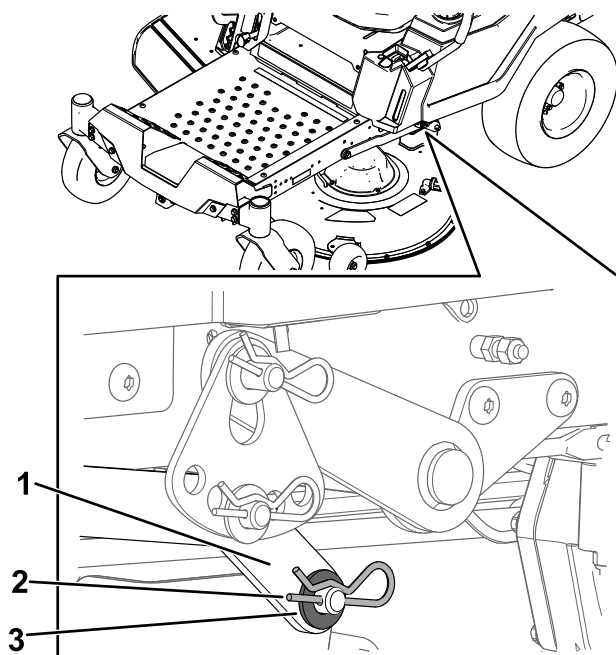

Figura 72
7. En un lado de la máquina, retire la arandela y la chaveta del pasador de la carcasa (Figura 72).
8. Retire el brazo de elevación del pasador de la carcasa (Figura 72).
5. En un lado de la máquina, eleve la parte trasera de la carcasa del cortacésped e instale el brazo de elevación en el pasador de la carcasa (Figura 72).
6. Instale el brazo de elevación con la arandela y la chaveta (Figura 72).